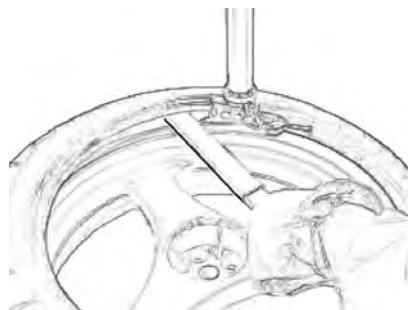

Fig. 4.3-2
- Cuando gire la mesa giratoria, use la herramienta del neumático con la mano izquierda para subir y guiar el talón del neumático en el cabezal del neumático (Fig. 4.3-2).